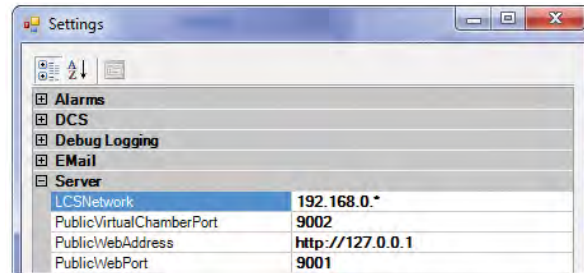

Abbildung 6.29: Servereinstellungen
- Fügen Sie diese Adresse im Dialog Servereinstellungen in die Zeile "PublicWebAddress" ein, siehe Abbildung 6.29.